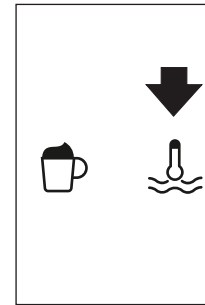

Fig. 27
- ▶ Prima o ícone ⏴ (B13) (Fig. 27).